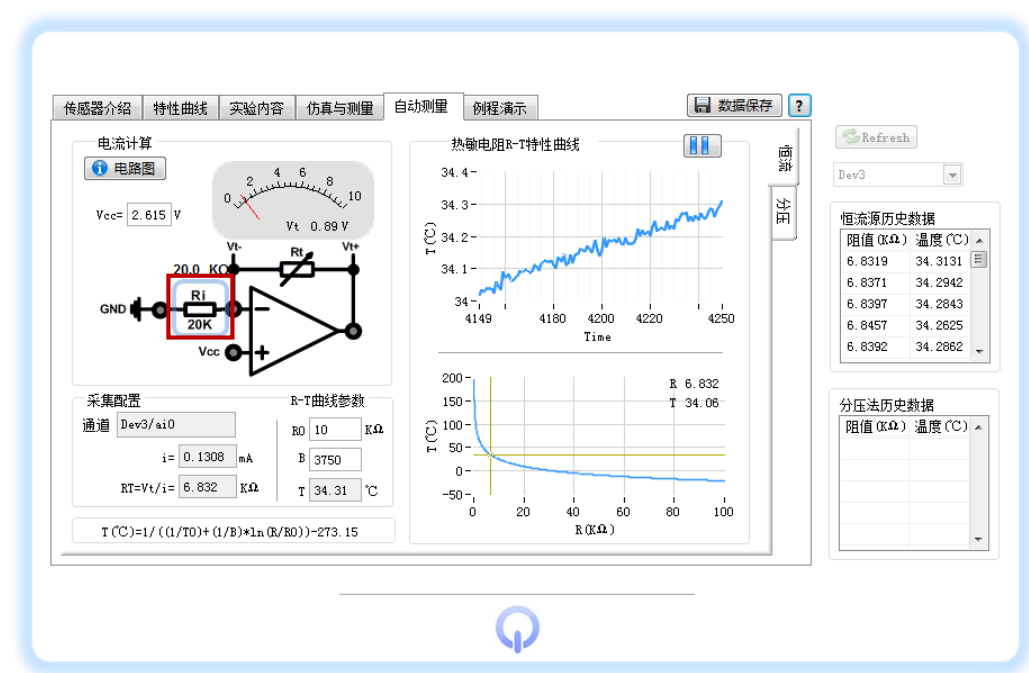

图 6-2 恒流源法自动测量界面
Step2 : 在自动测量选项卡中选中恒流模式，将电阻选择为 20K。如图 6-2 所示。